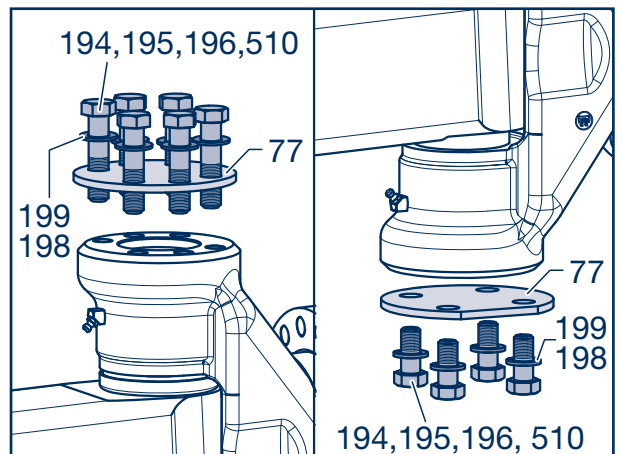

Fig. 15
Bei einer Abflachung (Pfeil) an der Verschlussplatte (77) muss diese, je nach Platzverhältnissen zur Grundplatte (190, 191, Fig. 15) oder zur Bremstrommel (380) weisen.
En cas d'aplatissement (flèche) sur la plaque de fermeture (77), celle-ci doit être, en fonction des conditions de place, dirigée vers le support de cylindre (190, 191, fig. 15) ou vers le tambour de frein (380).